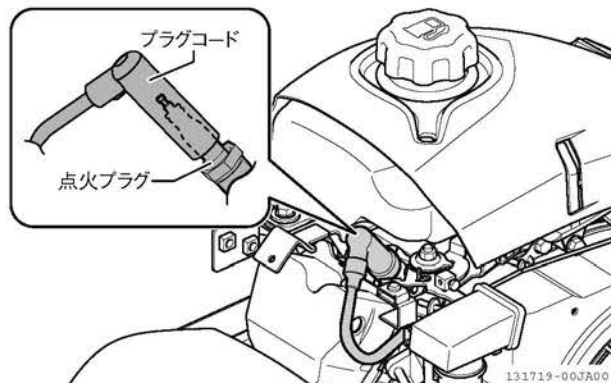

図 4-40 交換のしかた
6. 点火プラグを元通りに取り付け、プラグコードを確実に差し込みます。(図 4-40)